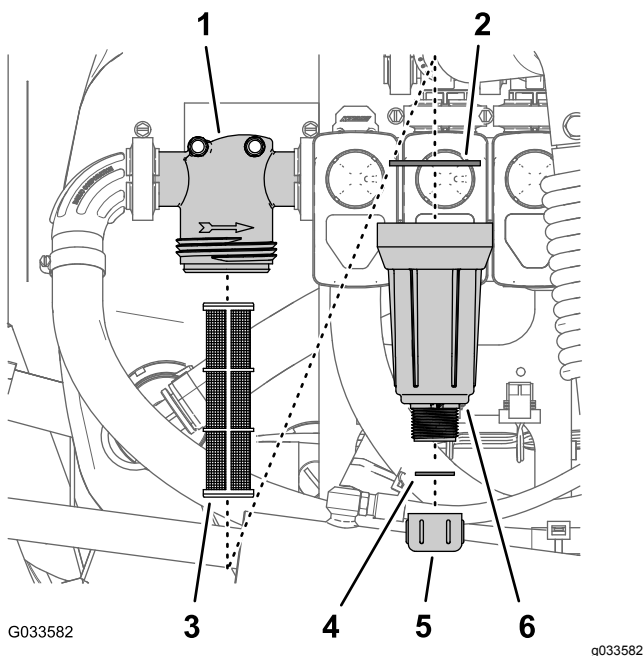

Bild 79
2. Stellen Sie eine Auffangwanne unter den Druckfilter (**Bild 79**).
3. Drehen Sie die Ablassschraube nach links und nehmen Sie sie von der Glocke des Druckfilters ab (Bild 79).
4. Drehen Sie die Glocke nach links und nehmen den Filterkopf ab (Bild 79).
5. Entfernen Sie den Druckfiltereinsatz (Bild 79).
7. Prüfen Sie die Dichtung für die Ablassschraube (in der Glocke) und die Dichtung für die Glocke (im Filterkopf) auf Beschädigungen und Abnutzung (Bild 79).
8. Setzen Sie den Druckfiltereinsatz in den Filterkopf ein (Bild 79).
9. Befestigen Sie die Glocke am Filterkopf und ziehen Sie mit der Hand an (Bild 79).
10. Befestigen Sie die Ablassschraube am Anschlussstück unten an der Glocke und ziehen Sie mit der Hand an (Bild 79).